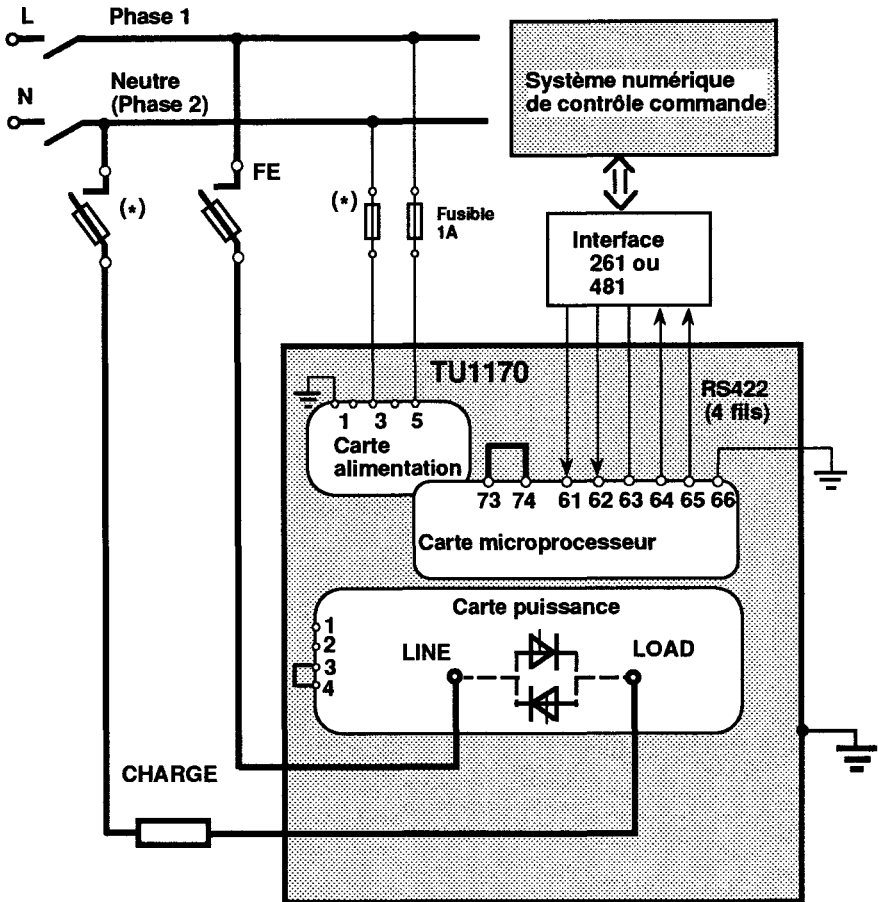

Figure 2.13. Exemple de branchement d'un gradateur TU1170
***Le fusible extérieur (FE sur les fig. 2.13 et 2.14) sert à la protection du gradateur et ne peut en aucun cas se substituer au fusible de protection de l'installation.***